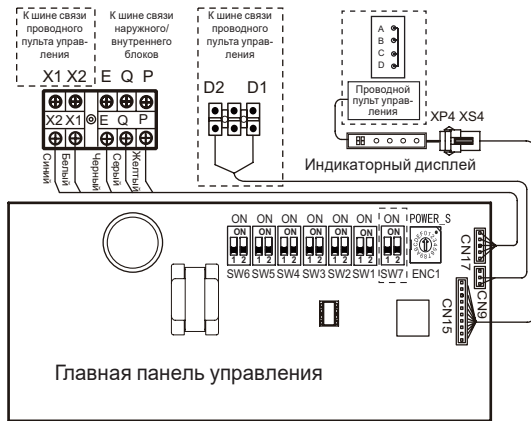

Рисунок 6.10
- ♦ Порты X1/ X2, D1/ D2, расположенные по бокам главной платы, управления и порт однонаправленной связи (расположенный сбоку платы дисплея) предназначены для различных типов проводных пультов управления (см. рисунок 6.10).